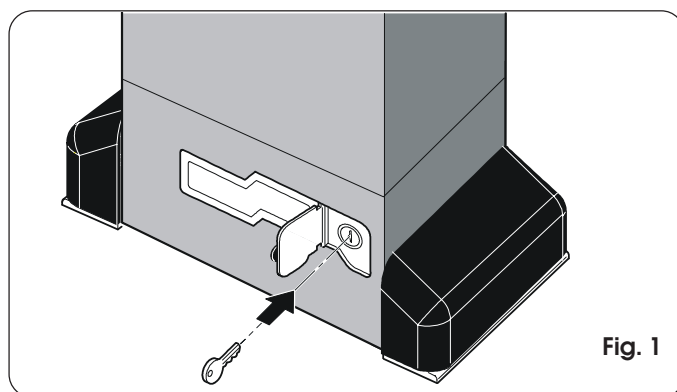

Fig. 1
- 2) Ouvrir le capot de protection et introduire la clé spécifique fournie dans la serrure d'après la Fig. 1.